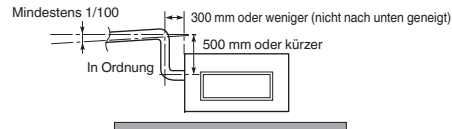

Abb. 3-65-2
- **Wenn es erforderlich sein sollte, die Höhe des Ablaufrohrs zu vergrößern, kann der Bereich unmittelbar nach der Anschlussstelle um maximal 500 mm angehoben werden. Der Anschluss darf nicht um mehr als 500 mm höher gestellt werden, da hierdurch Undichtigkeiten entstehen können. (Abb. 3-65-2)**